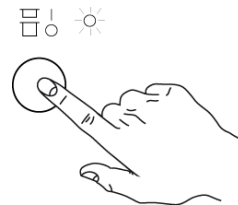

Abb. 27
- 4- Schließen Sie die Tür und drücken Sie den KNOPF "A", um die Spülmaschine einzuschalten. Dies wird durch die Kontrolllampe "D" angezeigt. (Abb. 27)